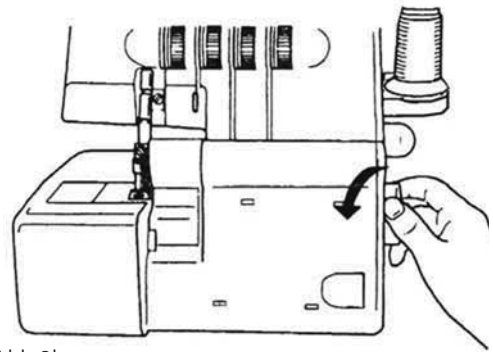

Abb.9b
1. Drehen Sie das Handrad ❸ zu sich hin, bis sich die Nadeln in oberster Stellung befinden (Abb. 9b).
① **Hinweis:**
Drehen Sie das Handrad ❸ immer nur zu sich hin (Abb. 9b).